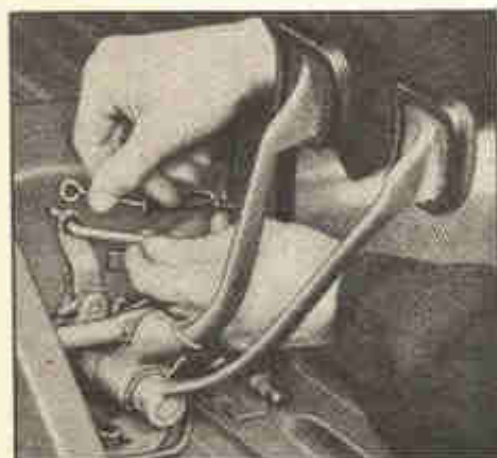

Fig. 21-E
- 1) — Retira-se o parafuso (6) que prende o cabo (2) a alavanca da válvula borboleta.
- 2) — Retira-se o prato da mola (5), a luva, (4) e a mola (3) (Modelos "1 200" — 36 HP)
- 3) — No Sedan e no Karmann Ghia, solta-se a vareta de pressão do pedal e retira-se o cabo do pedal do acelerador (Fig. 21-E).